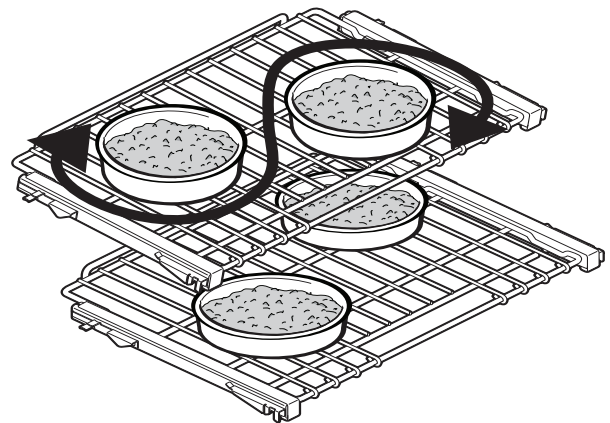
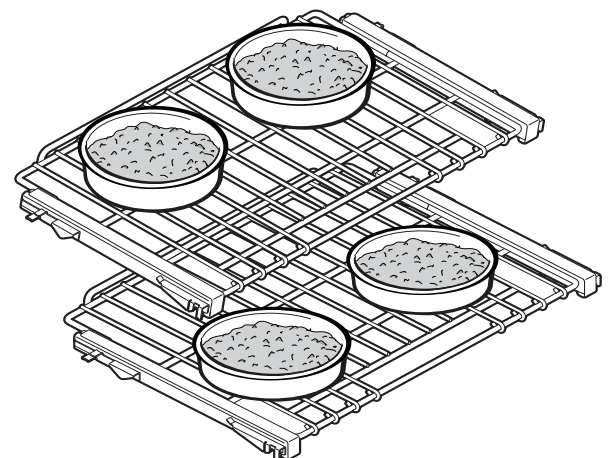

Figura 27: 36 & 48 pulg. Colocación de la cacerola.
Figura 28: 30 pulg. Colocación de la cacerola.
- Deje un espacio libre de 1,5 pulg. (38 mm) encima y debajo de cada plato. Para los modelos de 36 y 48 pulgadas, coloque los platos para que no se encuentren los unos encima de los otros, como se muestra en la *Figura 27*. Para los modelos de 30 pulgadas, se deben colocar los platos como en la *Figura 28*.